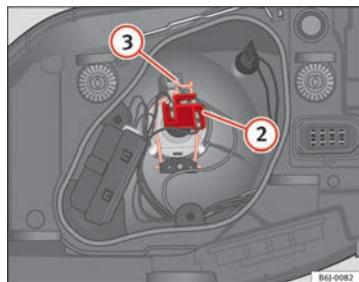

Fig. 149 Anabbagliante e abbagliante faro singolo
- Estrarre il connettore ⇒ fig. 149 ② della lampada.
- Sganciare la molla di ritegno ⇒ fig. 149 ③ premendo verso l'interno e a destra.